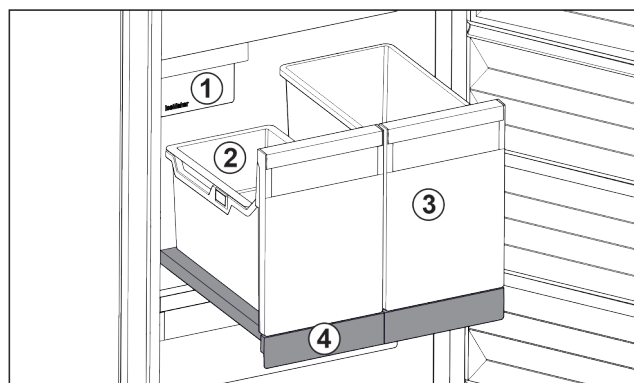

Fig. 93 Estante extraíble con IceTower
- (2)** Bandeja suspendida para cubitos de hielo **(4)** Estante extraíble
En el estante extraíble hay dos recipientes altos (IceTower). En el recipiente *Fig. 93 (2)* se recogen y almacenan los cubitos de hielo del IceMaker. El recipiente *Fig. 93 (3)* es adecuado para conservar productos altos, como pizzas o bebidas alcohólicas.